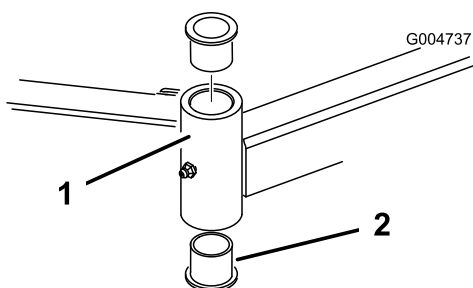

Figure 97
4. Insérez un chasse-goupille dans le haut ou le bas du tube de montage et chassez la bague hors du tube (Figure 97). Chassez ensuite l'autre bague. Nettoyez l'intérieur des tubes de montage.